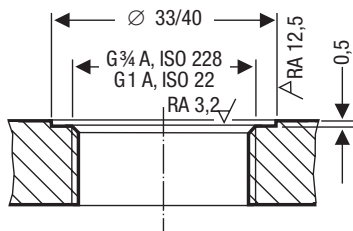

Fig. 13
- Die Dichtflächen vom Flanschdeckel müssen gemäß **Fig. 13** technisch einwandfrei bearbeitet sein!
7. Dichtflächen prüfen. **Fig. 13**
8. Beiliegenden Dichtring ⑧ auf die Dichtfläche des Gewindestutzens oder des Flanschdeckels legen. **Fig. 13**
9. Elektrodengewinde ⑩ mit einer geringen Menge temperaturbeständigem Siliconfett bestreichen (z. B. WINIX® 2150).